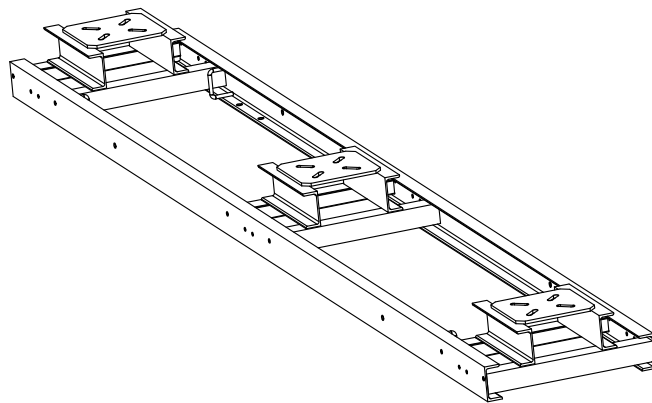

Рис.5
5.5 Пример рамы для крепления электрооборудования, рис.5